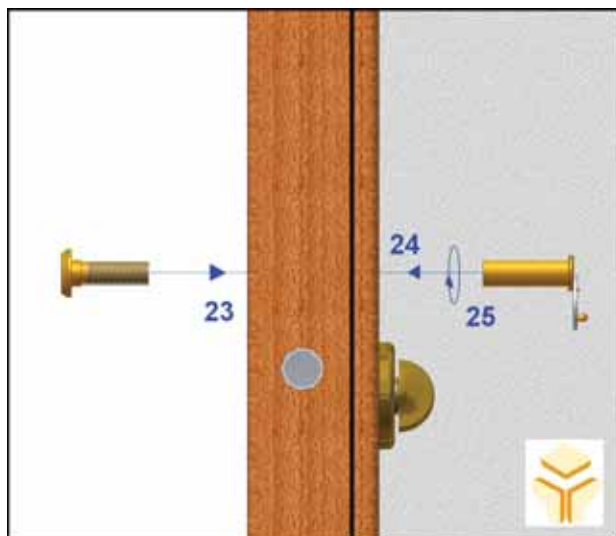

Fig. 3.7.1 – E1 Colocação do óculo
No caso de o óculo não estar instalado deverá proceder do seguinte modo: - faça 1 furo com Ø 16 mm nos painéis à altura de 1450 mm e a meia largura da porta. Introduza as meias partes do óculo nos furos (23) e (24), acoplando em rotação a meia parte do lado interior (25) à meia parte do lado exterior da porta até aprisionar o óculo aos tampos (ver fig. 3.7.1).